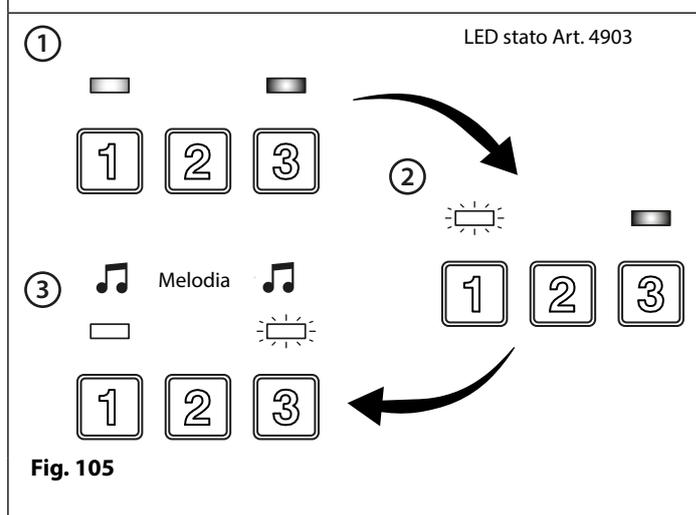

Fig. 105
2. entrambi i LED sulla tastiera si accenderanno (ON) (**Fig. 105, ①**). Il LED verde dei dati si spegnerà (OFF) (**Fig. 105, ②**), seguito dal LED rosso di stato e la tastiera digitale suonerà una melodia (**Fig. 105, ③**);